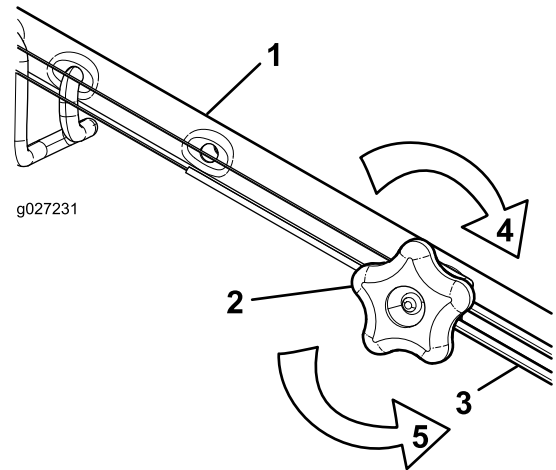

Рисунок 37
1. Поверните ручку регулировки против часовой стрелки, чтобы ослабить натяжку троса (Рисунок 37).
- Отрегулируйте натяжение троса (Рисунок 37), потянув его назад или вперед, затем удерживайте в этом положении.